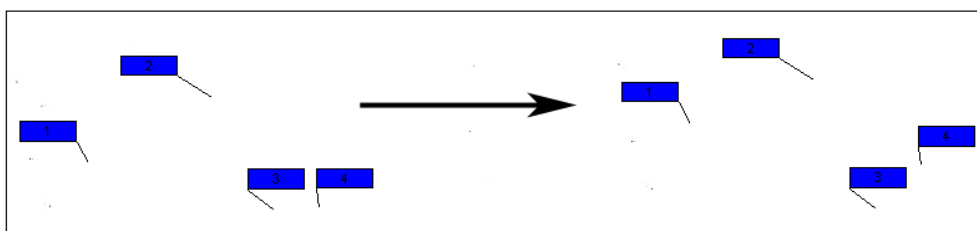

Рис. 3.135
Для равномерного распределения выносок по и вертикали (Рис. 3.135):
2. Выберите инструмент **Распределить по вертикали** . Выноски равномерно распределятся по вертикали (Рис. 3.135).